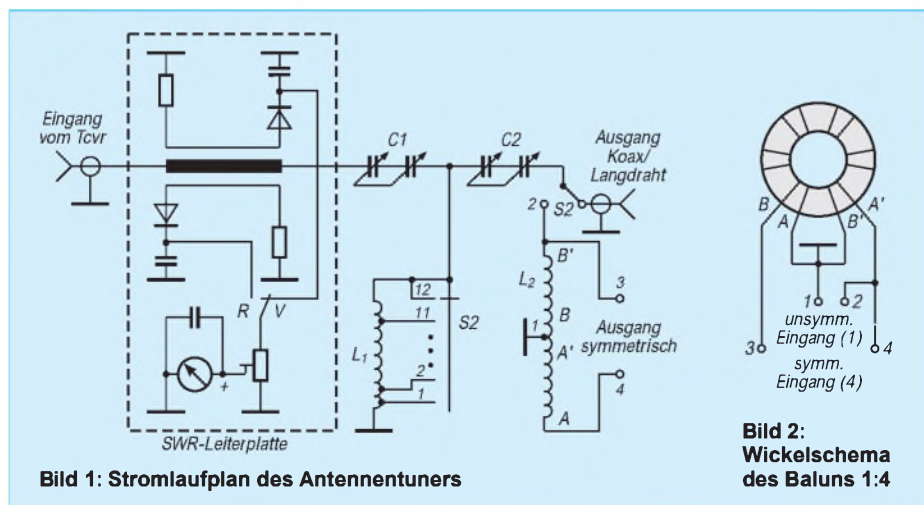

Bild 1: Stromlaufplan des Antennentuners
- Typ „Entwicklung“ bzw. „E“, siehe Bild 1. Batterieanschluß (Knopfanschlüsse für 9-V-Block), Lochrasterfeld, dreipolige Steckverbindung für die Schnittstelle zum PC (Druckerausgang, 25pol. Sub-D) sowie eine zwölfpolige Steckverbindung für die acht I/O-Leitungen (Pin 0 bis Pin 7), GND, V_{CC} und V_{in} . Abmessungen 63 mm x 38 mm x 15 mm (L x B x H). Mit diesem Typ lassen sich einfache Applikationen und eigene Ideen sehr schnell realisieren.
Die Schaltung (Bild 1) entspricht einem T-Glied und ist ein klassischer C-L-C-Hochpaß. Damit lassen sich sowohl niedrige als auch hohe Impedanzen anpassen, zusätzlich schafft ein eingebauter Ausgangsbalun